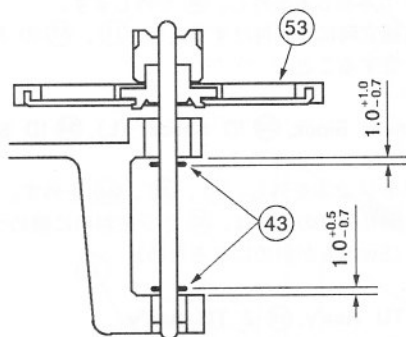

Fig. 4-4
- For position of the (43) washers after reinstalling the (53), refer to Fig. 4-4. Wipe out the oil lubricated to the shaft with an alcohol.
• Be careful NOT to let grease adhere to (58).
- (53) 取り付け後の (43) ワッシャの位置は、Fig. 4-4を参照のこと。また、シャフトのオイルをアルコール等で拭き取ること。